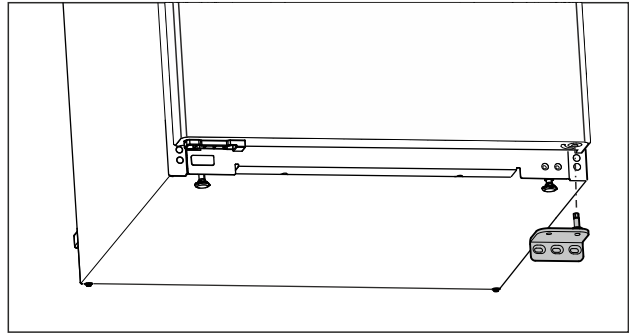

Fig. 16
- Fjern lagerbukken nedover. (se Fig. 16)